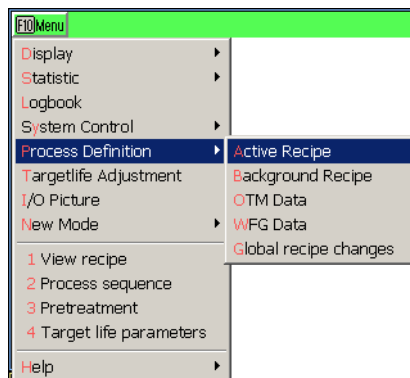

Abb. 6-10
- 2 Wählen Sie [Process Definition] > [Active Recipe]. Siehe Abb. 6-10, 141.